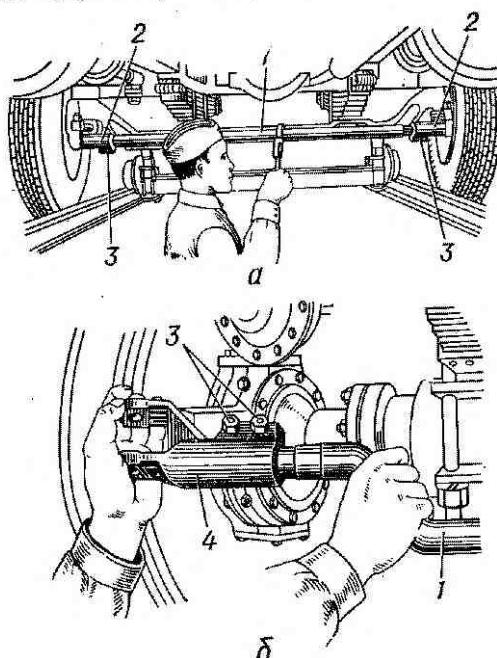

Рис. 54. Регулировка схождения передних колес:
1. Ослабить стяжные болты 3 (рис. 54) наконечников. Расшлинтовать и вынуть левый и правый пальцы тяги из рычага корпуса поворотного кулака.
6. По окончании регулировки зашплинтовать гайку крепления пальца и затянуть болты 3 (рис. 54) наконечников 4 поперечной тяги.
1. Расшплинтовать и отвернуть гайки стяжных хомутов наконечников поперечной рулевой тяги (рис. 54, а).